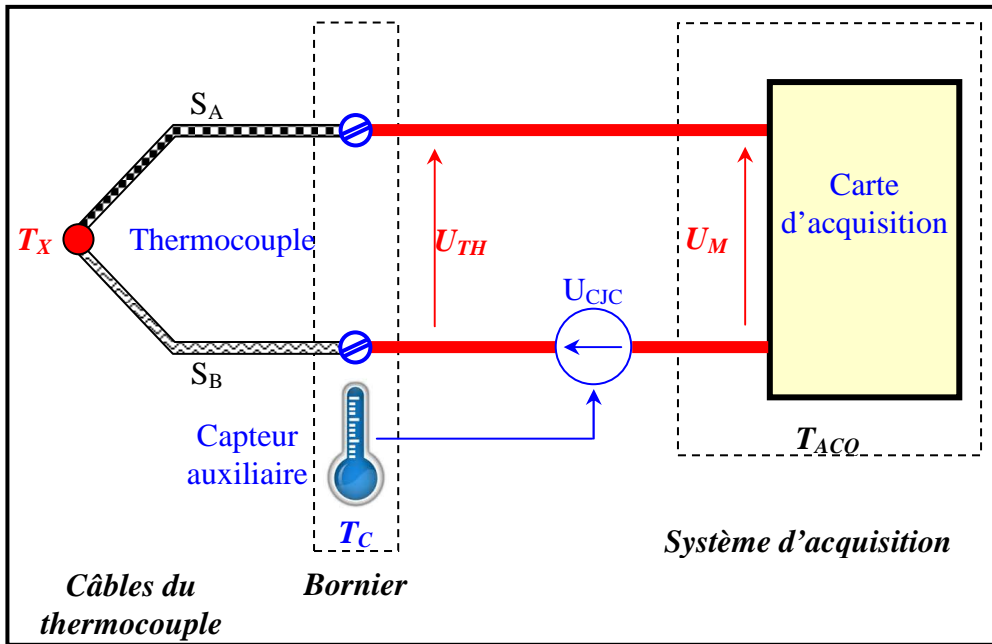
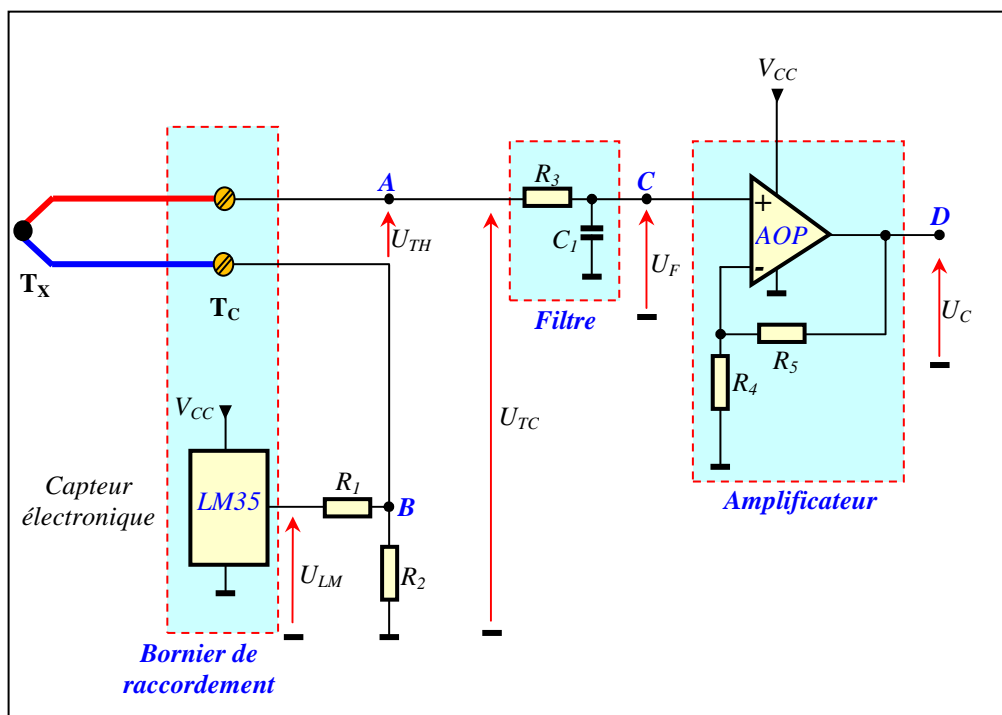

Figure 7
Figure 8
La relation (2) montre que la tension mesurée  $U_M$  dépend de la température inconnue  $T_X$  à mesurer et de la température  $T_C$  de l'environnement du bornier du raccordement du thermocouple au système d'acquisition. On appelle  $T_X$  la température de « la jonction chaude » et  $T_C$  la température de « la jonction froide ». L'utilisation de l'eau glacée, pour compenser la température de la jonction froide et rendre  $U_M$  dépendant uniquement de  $T_X$ , n'est pas une solution pratique. La figure 7 (page 9) donne le schéma de principe d'une solution de compensation facile à réaliser, qui consiste à mesurer la tension image de la température  $T_C$  du bornier par un autre capteur auxiliaire, représentée par la tension  $U_{CJC}$ , et la réinjecter dans la maille de mesure du thermocouple.
La figure 8 représente un exemple de schéma de montage implémentant la compensation de  $T_C$  suivant le principe de la figure 7, où le capteur auxiliaire est un capteur électronique de type LM35.
Le filtre  $\{R_3, C_1\}$  (Figure 8) réduit l'effet des hautes fréquences des interférences électromagnétiques qui altèrent le système d'acquisition. La fonction de transfert d'un tel filtre est de la forme :
L'amplificateur (Figure 8) permet d'adapter le signal représentant la température  $T_X$  au convertisseur analogique/numérique (ADC) du microcontrôleur.